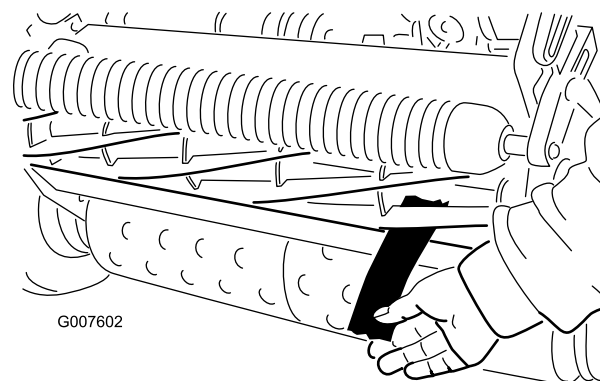

図 40
6. 両側の調整ができれば最終確認を行う：紙片をリールの前から差し込んだ時にははさむだけ、下から差し込むと切れるのが正しい調整である（図 40）。リールと下刃のごくわずかの接触で紙が切れなければいけない。接触を強くしないと切れない（リール回転トルクが0.08 kg.m以上）場合には、鋭利な刃先を取り戻して精密なカットができるようにバックラップか研磨を行うことが必要（Toro研磨マニュアルを参照。）
4. リール前面の左右いずれかの端を選び、リールと下刃の間に、長く切った新聞紙片を差し入れる（図 40）。リールをゆっくり前回転させながら下刃調整ネジを締める（新聞紙を入れた側の調整ネジを、1目盛りずつゆっくりと）。新聞紙を前から（ベッドナイフの上面に平行に）入れると軽く挟ま